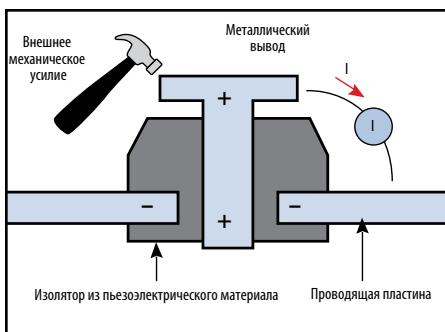

Рис. 5
**Пьезоэлектрические токи** создаются при возникновении механического напряжения в некоторых кристаллических материалах, которые используются для изоляции выводов и изготовления соединительных приспособлений. В некоторых пластмассах очаги накопленного заряда приводят к тому, что материал начинает вести себя подобно пьезоэлектрическому материалу. На рис. 5 в качестве примера показан вывод с изолятором, выполненным из пьезоэлектрического материала. Для минимизации тока, вызванного этим эффектом, необходимо избегать механических напряжений изолятора и использовать изоляционные материалы с минимальными пьезоэлектрическими свойствами и способностью накапливать заряды.